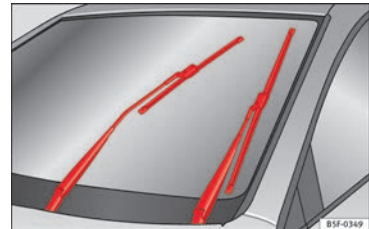

Bild 71 Torkare i serviceläge
- Slå på och av tändningen (inom ca 9 sekunder), tryck ner spaken till vindrutetorkaren (kort torkning). Vindrutetorkarna flyttar sig då till serviceläget » **bild 71**.